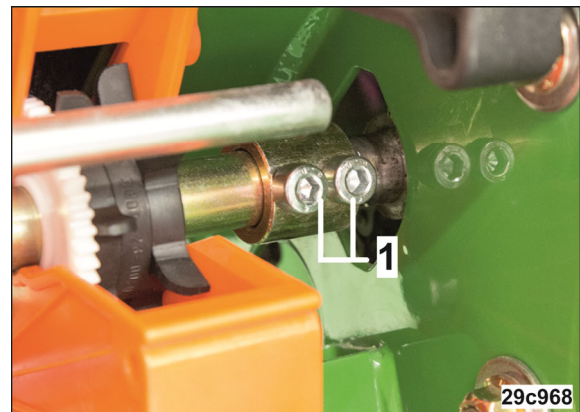

Fig. 251
4. Løsne skruene (Fig. 251/1).